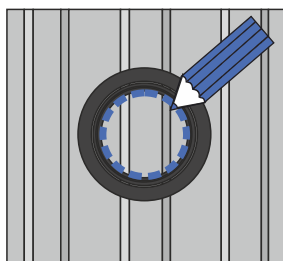
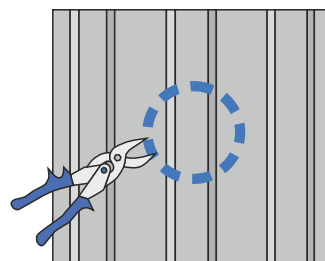
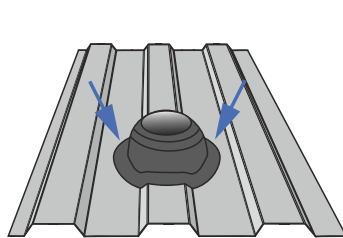

Рис.1
Рис.2
Рис.3
3. EPDM манжета монтируется по центру* волны. Приложите манжету к кровельному покрытию (рис. 1), разметьте по внутреннему диаметру окружность и вырежьте отверстие (рис. 2) при помощи инструмента для резки стали. 4. Спрофилируйте манжету по форме кровельного покрытия (рис.3). * На металлочерепице, при необходимости, допустим монтаж между волн.